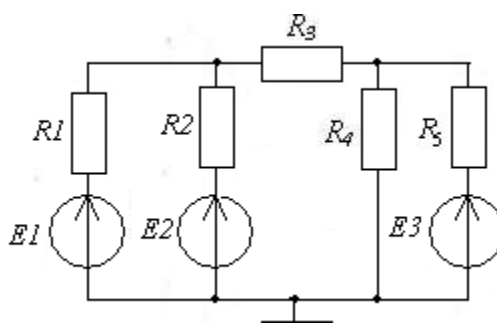

Рис. 2
**Задача №2.** Для схемы, представленной на рис. 2, найти токи, протекающие через резисторы  $R_2$ ,  $R_3$ ,  $R_4$ . Параметры элементов схемы представлены в Таблице 2.